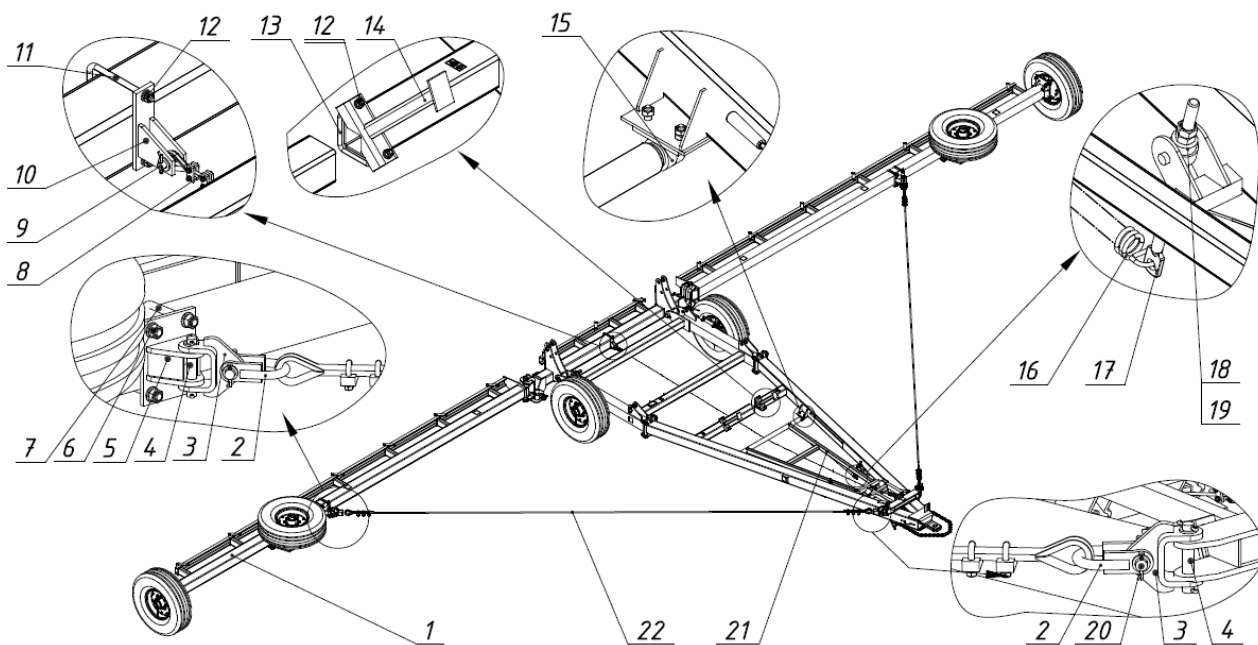
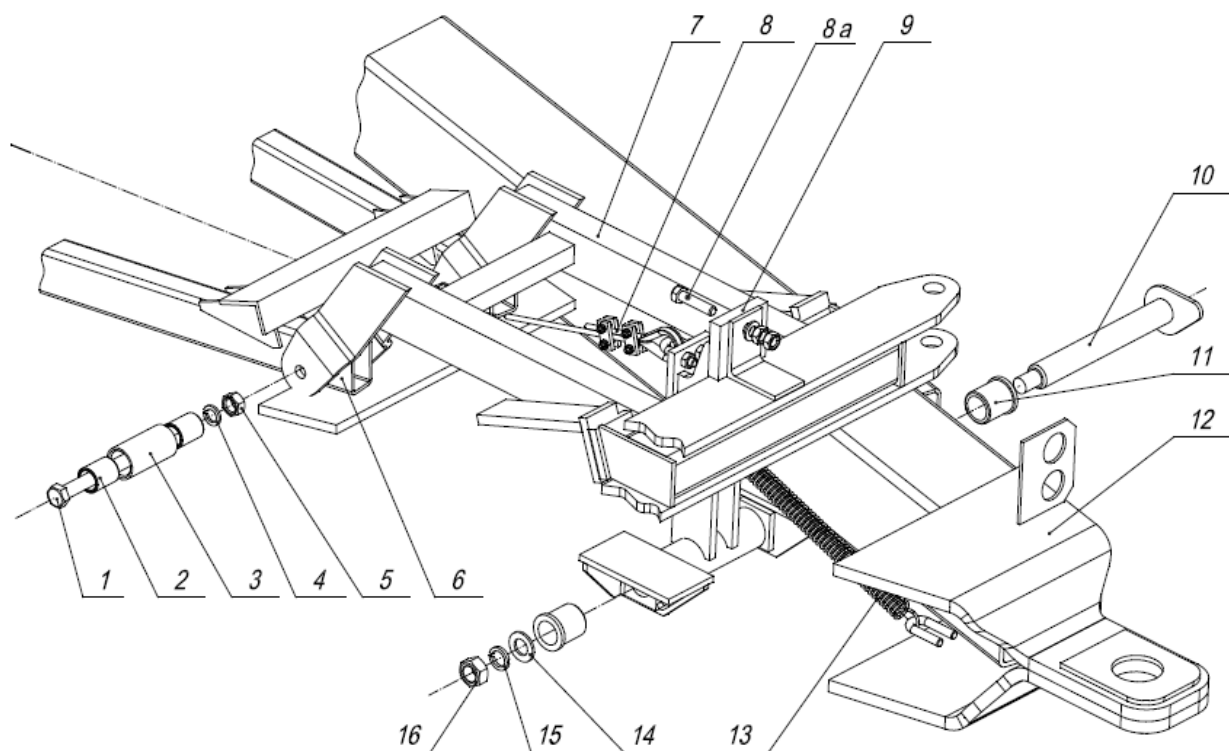

Рис.9 Механизм тросов бороны
Рис.10 Штанга СГВ 04.010
2.1.7 Тросовый механизм (рис.9,10) служит для фиксации тросовых растяжек во время работы и их расфиксирования при переводе бороны в транспортное положение. Механизм состоит из канатов 22 и 23 (Ø14) соединенных со штангой 21 (шарнирно закрепленной на дышле бороны) и с боковыми балками бороны через скобы 2, 3 и кронштейн 5.
2.1.8 Фиксатор 9 (рис.10) приводится в движение (при переводе борны в транспортное положение) тросом (канат) 8, который прикреплен к центральной балке через кронштейн 5 (рис.9). В обратное положение фиксатор возвращается под действием пружины 13. Для ограничения поворота штанги на дышло снлицы смонтированы упоры 14 (рис.9). Штанга возвращается в рабочее положение пружиной 13. На коротких тросах монтируется пружины 13, которые предотвращают провисание троса в транспортном положении.
2.1.8.1 Штанга (рис.10) состоит из штанги 6 и рамки 7 шарнирно соединены между собой болтом 8а, пальцем 9 и втулкой 3. Фиксатор 9 шарнирно закреплен в кронштейнах снлицы осью 10 втулкой 11 и затянут гайкой 16.
-отсоединять борону в рабочем положении от трактора без установленной задней выносной опоры 17 рис.1 в рабочем положении (см. рис.9).